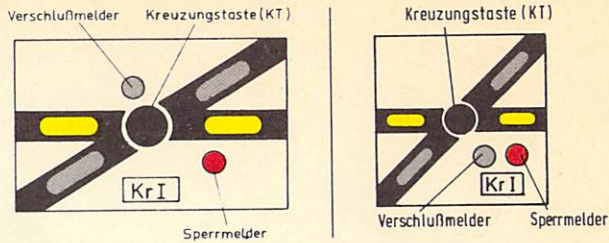

Bild 27
- b) Soll eine Kreuzung gesperrt werden, muß durch Drücken der Kreuzungstaste oder Einschalten der Weichenausleuchtung zuerst festgestellt werden, ob die Stellungsmelder der Kreuzung in der erforderlichen Fahrtrichtung aufleuchten. Leuchten die Stellungsmelder der falschen Seite auf, ist durch Bedienen der Weichengruppentaste und der Kreuzungstaste die richtige Ausleuchtung herzustellen. Durch die anschließende Bedienung der Weichensperrtaste und der Kreuzungstaste wird die Kreuzung gesperrt; der Sperrmelder leuchtet rot und die Stellungsmelder leuchten gelb (vgl. Bild 27). Durch Bedienen der Weichenentsperrtaste und der Kreuzungstaste kann die Kreuzung wieder entsperrt werden; der Sperrmelder und die Stellungsmelder erlöschen.